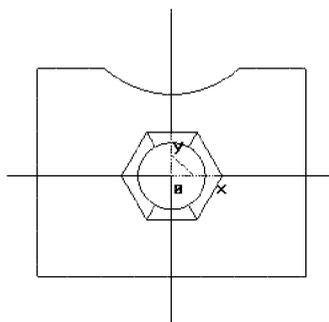

图 2-1-20 绘制 R30 圆弧
⑥ 剪切多余的曲线。单击“曲线裁剪”图标，裁剪多余的曲线，再单击“删除”图标，删除无法裁剪的曲线。但要注意保留水平和垂直两条基准线，如图 2-1-20 所示。
① 单击曲线生成栏中的“等距线”图标，在立即菜单中选择【单根曲线】、【等距】，在【距离】中输入“10”，拾取垂直基准线，分别在左侧和右侧单击。右击退出“等距线”命令。
② 单击曲线生成栏中的“直线”图标，在立即菜单中选择【角度线】、【直线夹角】，在【角度】中输入“45”，单击右